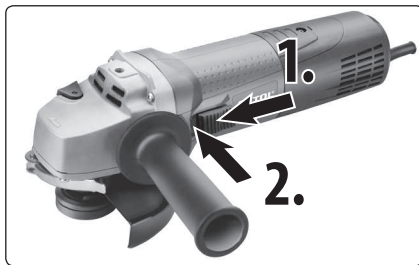

Abb. 14, Einschalten (Schritt 1.); Sicherung des Betriebsschalters in der Stellung „EIN“ (Schritt 2.)
- Die meistens Modelle der kleineren Winkelschleifer haben den Betriebsschalter seitlich oder im oberen Teil des Gehäuses und für die Einschaltung des Schleifers muss der Betriebsschalter mit dem Daumen nach vorne ausgezogen werden, siehe Abb. 14, Schritt 1. Durch Lösen des Betriebsschalters wird der Schleifer ausgeschaltet.
- Bei diesen Schleifermodellen kann der Betriebsschalter in der Stellung „EIN“ für einen längeren Betrieb des Schleifers durch Drücken des vorderen Teiles des Betriebsschalters zum Schleifgehäuse gesichert werden, siehe Abb. 14, Schritt 2. Zur Entriegelung des Betriebsschalters aus der Stellung „EIN“ ihn im unteren Teil drücken und lösen, wodurch der Schleifer ausgeschaltet wird. Vor dem Einschalten des Schleifers die Funktion der Verriegelung und Entriegelung bei abgeschalteter Stromversorgung überprüfen, um den Schleifer sofort im Notfall auszuschalten.